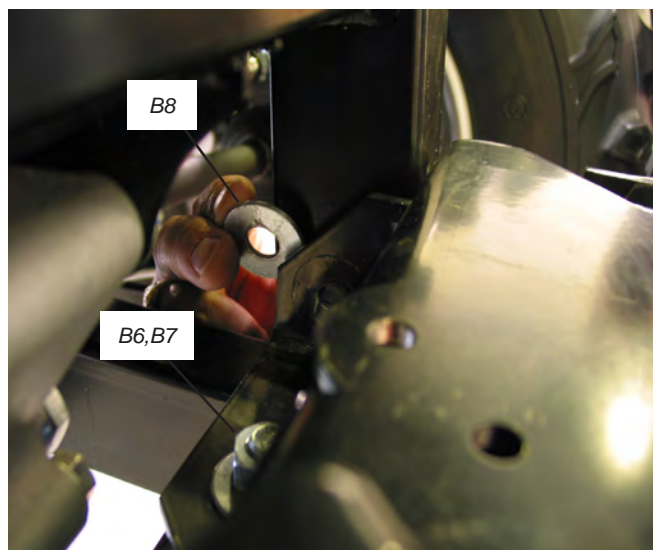

Figure 9 Installez la bride de kit de montage de lame
- Installez les fixations (B6, B7) à l'emplacement arrière. Voir Figure 9.
- Il sera peut-être nécessaire d'utiliser des cales entre le cadre du véhicule et le kit de montage de lame. Installez au besoin des cales (B8) ainsi que des fixations (B2, B9, B10). La rondelle (B9) doit être installée à l'extérieur du cadre du véhicule, face au kit de montage de lame. Voir les Figures 9 et 10.